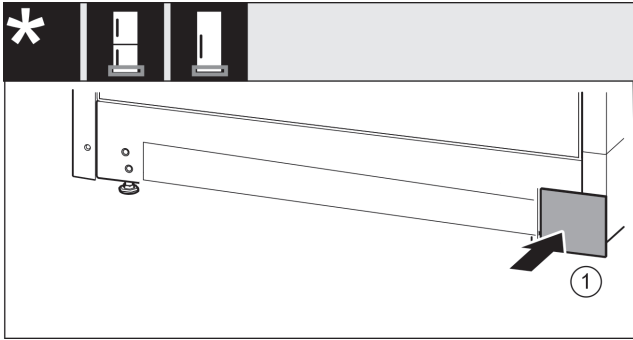

Fig. 27
► Tegye vissza a fedelet a másik oldalra. Fig. 27 (1)